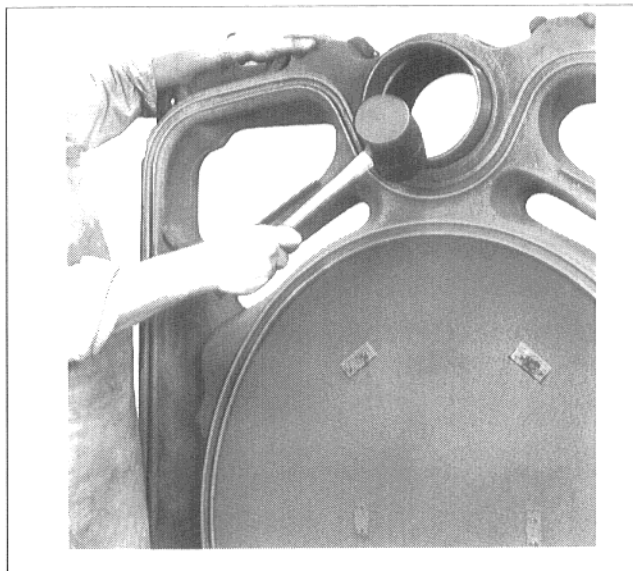

Fig. 13
- Placer le nipple (181/70) exactement dans l'alésage supérieur et inférieur de l'élément arrière et enfoncer par de légers coups de marteau portés en croix (maillet ou maillet en caoutchouc dur) (Fig. 13).